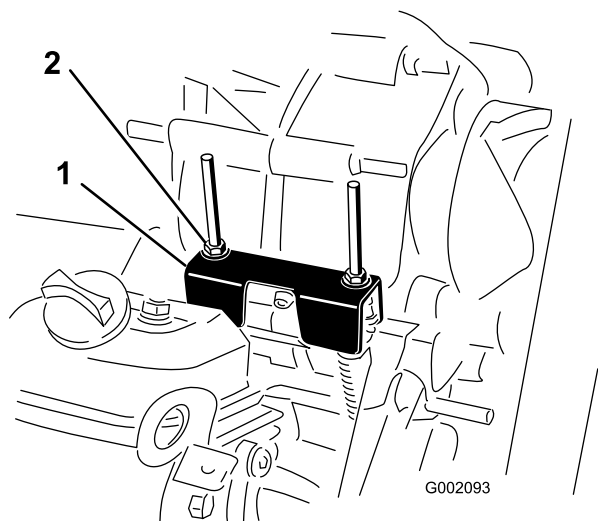

Figura 67
Para realizar operaciones de mantenimiento de rutina y/o diagnósticos del motor, debe ponerse el transeje en punto muerto (Figura 67). El selector de marchas del vehículo dispone de una posición de punto muerto, que controla el punto muerto del transeje. Deben tomarse las siguientes medidas para asegurarse de que la palanca de cambios acciona correctamente el punto muerto del transeje:
2. Asegúrese de que la pletina de punto muerto está en posición de punto muerto (nivelada respecto al soporte de montaje del cable situado debajo del soporte del cambio de marchas) girando el embrague arrastrado (Figura 67).
3. Gire una de las contratuercas (Figura 67) para obtener un espacio de 0,76–1,52 mm entre la parte inferior de la tuerca/arandela y la pletina de punto muerto.